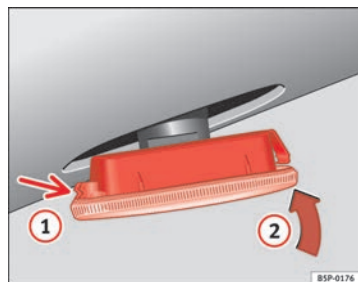

Abb. 174 Seitlicher Blinker
⇒ Abb. 174, Pfeil ①.
- Setzen Sie den Blinker in Richtung Pfeil ② ein ⇒ Abb. 174. ■